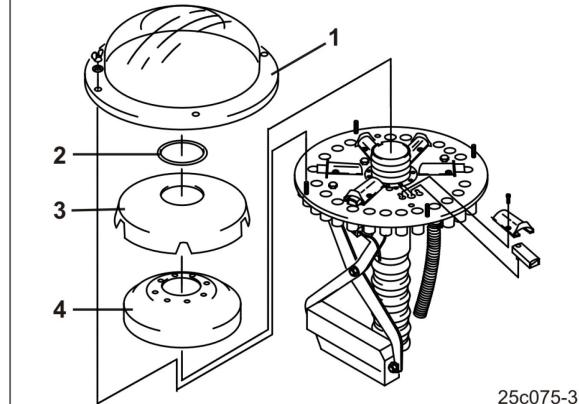

Рис. 114
- Семяпроводы (Рис. 114/1) сошников техколеи должны быть закреплены на тех выпускных отверстиях, которые могут закрываться при помощи заслонок (Рис. 114/2).
Для создания двух колей в распределительной головке может закрываться следующее количество заслонок на одну колею (Рис. 114/2):
- Неиспользуемые заслонки (Рис. 114/2) деактивизируйте.